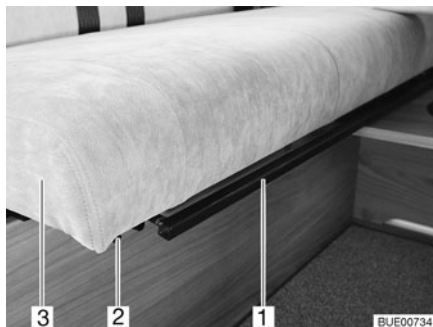

Fig. 15 Ajuste del respaldo del banco
- Tirar o presionar el estribo (Fig. 15,1) debajo de la superficie del asiento (Fig. 15,3) hacia arriba y mantenerlo en esta posición.
- Desplazar la superficie del asiento con precaución sobre los rieles (Fig. 15,2) hacia adelante hasta alcanzar la posición deseada o el tope.